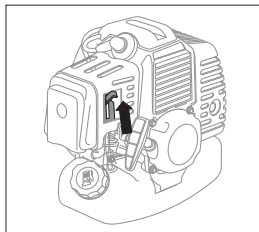

рис. 9
4. Переведите рычаг воздушной заслонки в верхнее положение - | «Закрыто» (рис. 9).
7. Переведите рычаг воздушной заслонки (рис. 9) в среднее положение.